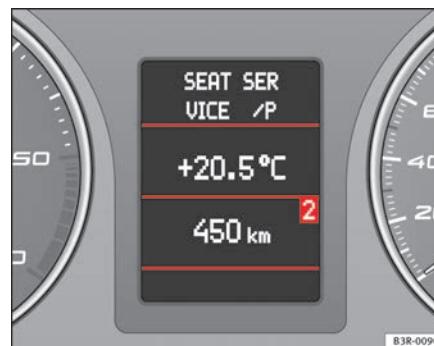

Fig. 64 Sistema de información para el conductor
- Pulsando repetidas veces la tecla **MODE** B se cambia entre los modos y éstos se visualizan en el sistema informativo para el conductor ⇒ fig. 64.